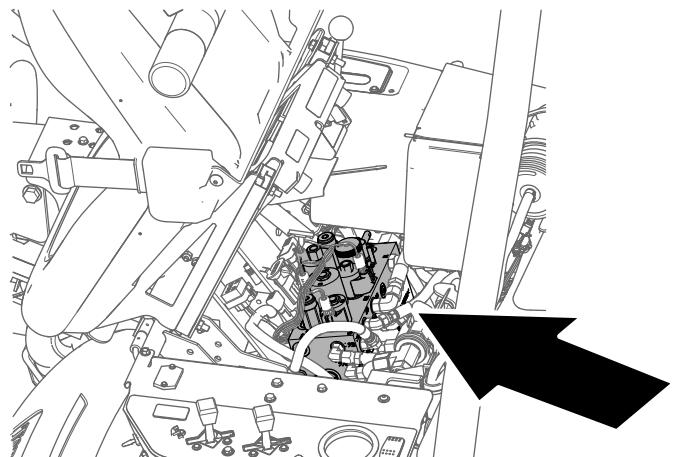

Figura 51
4. Inclinete in avanti il sedile dell'operatore e sostenetelo con l'asta di supporto (Figura 51).